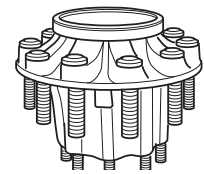

Figura 3
3. Lubrique el cono interior del balero con el mismo lubricante que utilizará en la maza y colóquelo en la tapa interna del balero (vea la figura 3).